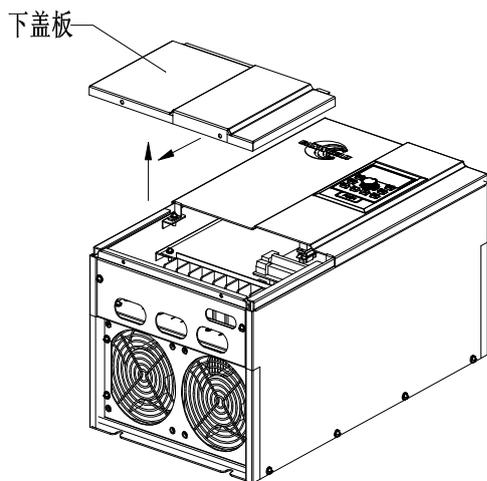

图 3-3 钣金外壳下盖板拆卸图
18.5kW 以上 CDE300 系列变频器采用钣金外壳，钣金外壳下盖板的拆卸参见图 3-3。可用工具直接将下盖板的螺丝拧松即可。